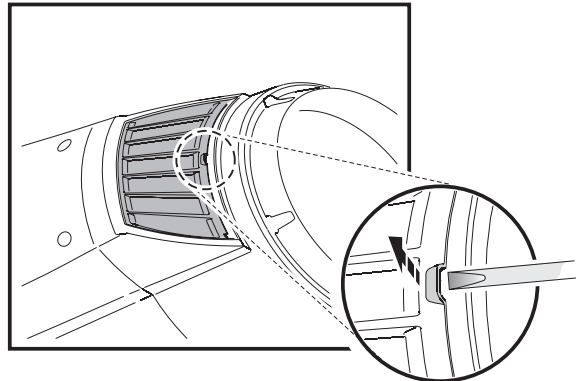

Bild 17: Entfernen der Luftfilter des Kopfes
2. Siehe Bild 17. Öffnen Sie die Filterhalter links und rechts der Frontlinse mit einem Schlitzschraubendreher. Ziehen Sie die Filterhalter nach vorne, um sie vom Gerät zu trennen.